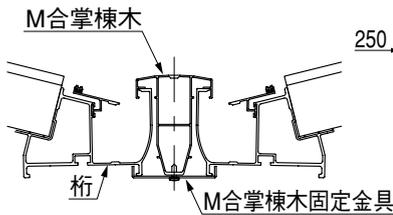

図2-1 M合掌棟木納まり図
- 1 M合掌棟木を桁の上から取付けてください。(図2-1参照)